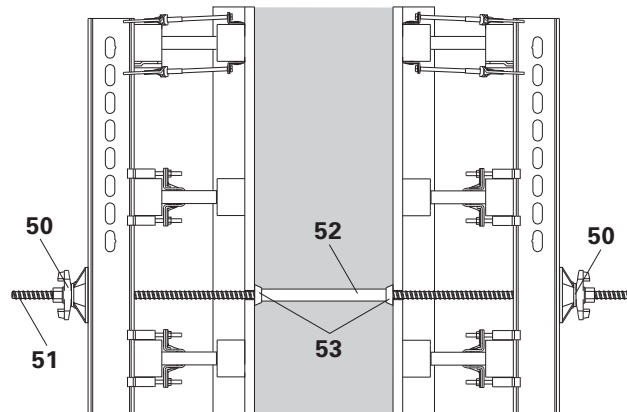

Fig. B8.01
1. Faire tourner la plaque-écrou orientable DW 15 (50) et fixer de l'extérieur, à travers le coffrage de réglage, la tige d'ancrage (51) prémontée sur une face.
2. Faire glisser le tube entretoise (52) préparé, avec les cônes (53), sur la tige d'ancrage DW 15 (51).
4. Faire passer la tige d'ancrage DW 15 (51) à travers le coffrage de fermeture et visser la plaque-écrou orientable DW 15 (50) puis serrer.
- (Fig. B8.01)